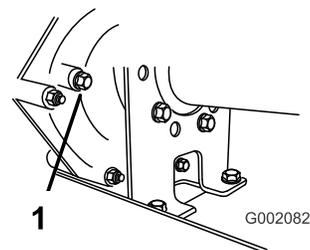

Рисунок 55
2. Выверните болт из отверстия индикации уровня жидкости (Рисунок 55).